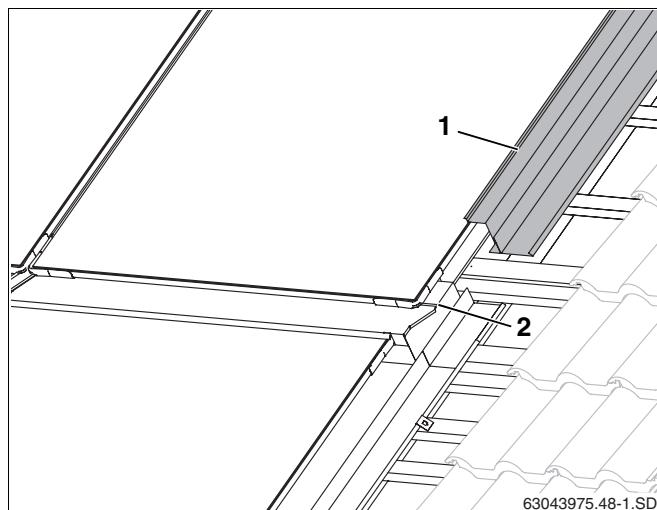

Рис. 54 Боковой накладной лист, верхний ряд
- Верхние боковые накладные листы (рис. 54, **поз. 1**) смонтировать так же, как нижние (глава 10.2 "Боковые накладные листы").
- Сдвиньте боковые накладные листы на фальц среднего накладного листа (рис. 54, **поз. 2**).